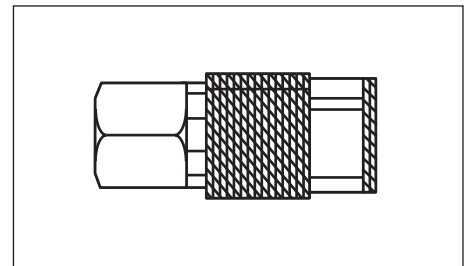

Figura 7 - Acoplador rápido
**CONECTOR RÁPIDO** — Un conector rápido está diseñado para trabajar en combinación con un acoplador rápido para unir rápida y fácilmente una herramienta neumática con una manguera de aire (Ver Figura 7).
**MANGUERA DE SUMINISTRO DE AIRE:** Use SIEMPRE mangueras de suministro de aire con una clasificación de presión mínima de funcionamiento igual o mayor que la presión de la fuente de energía, o 10,3 bar (150 psi), lo que sea mayor. Use una manguera de aire de 0,63 cm (1/4 pulg.) para alargues de hasta 15 m (50 pies). Use mangueras de 0,95 cm (3/8 pulg.) para alargues de 15 m (50 pies) o mayores (ver Figura 7 y Tabla 2).